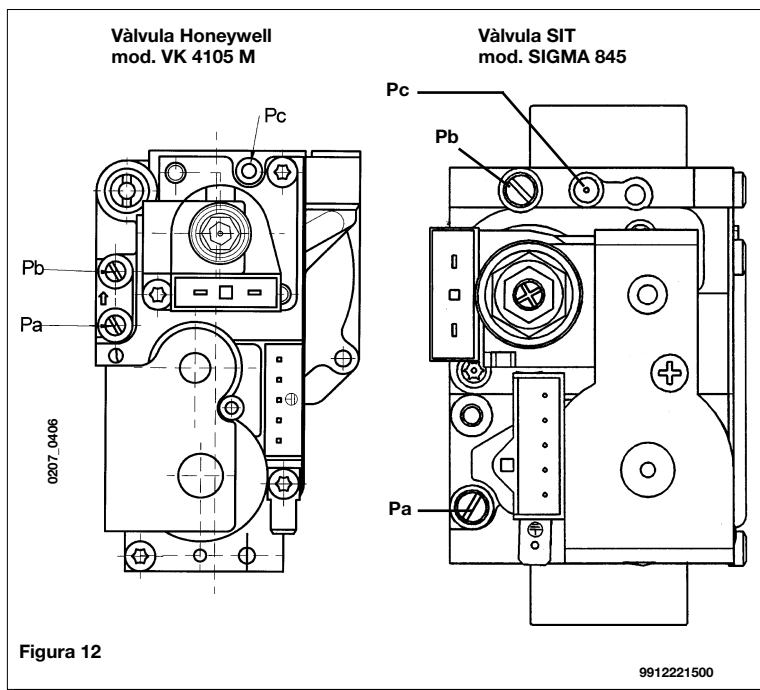

Figura 12
El procedimiento para calibrar el regulador de presión puede variar en función del tipo de válvula de gas instalada (HONEYWELL o SIT; consulte la figura 12).
- Conecte el punto de prueba de presión positivo de un manómetro diferencial (posiblemente accionado por agua) al punto de prueba de presión de la válvula de gas (Pb) (Figura 12). Conecte (sólo para los modelos de cámara hermética) el punto de prueba de presión negativo del manómetro a una conexión en "T" para unir la toma de ajuste de la caldera, la toma de ajuste de la válvula de gas (Pc) y el manómetro. (La misma medición puede realizarse conectando el manómetro al punto de prueba de presión (Pb) después de extraer el panel frontal de la cámara hermética).
- Compruebe que la presión dinámica de alimentación de la caldera, según se ha medido en el punto de prueba de presión de la válvula de gas de admisión (Pa), (Figura 12), es correcta (37 mbar para gas propano, 20 mbar para gas natural).